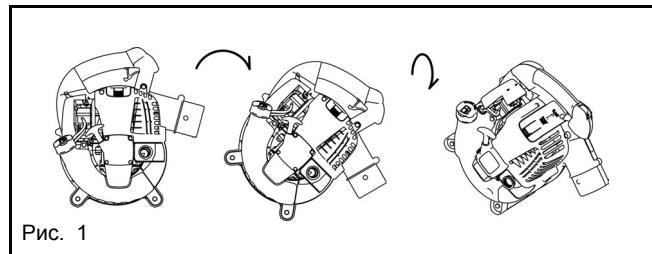

Рис. 1
- (1) Проверьте, чтобы крышка топливного бака была крепко закручена.
- (2) Снимите колпачок масленки.
- (3) Наклоните инструмент, как показано на Рис. 1.